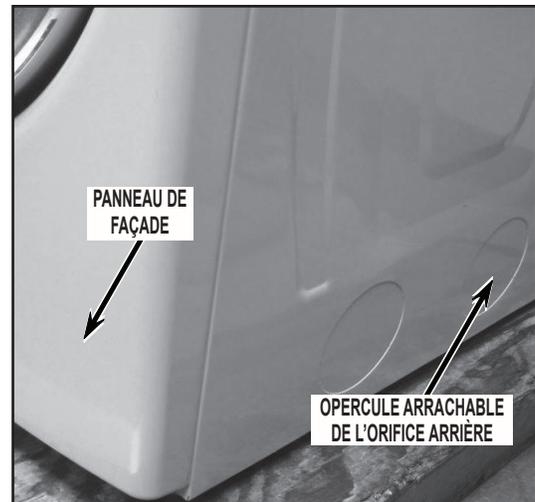

FIGURE 31
- Faisant face à l'appareil, examiner la partie inférieure du panneau latéral de droite. S'il y a deux orifices de sortie obturés par un opercule arrachable, **ARRACHER UNIQUEMENT L'OPERCULE ARRACHABLE DE L'ORIFICE ARRIÈRE**. Voir la *Figure 31*.